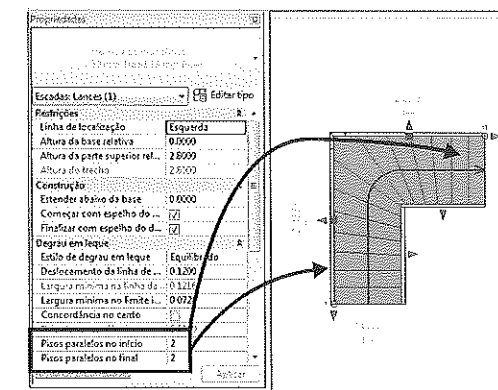

Figura 11.82 – Alteração do número de degraus paralelos.
2. Modifique as propriedades de tipo e instância. Uma escada em leque, por exemplo, pode ter o número de degraus paralelos alterado pelas propriedades de instância. Selecione a escada e na aba **Modificar | Escadas** escolha **Editar escadas**. Selecione a escada novamente e na janela **Propriedades** altere o número de degraus paralelos no início/final, conforme a Figura 11.82.